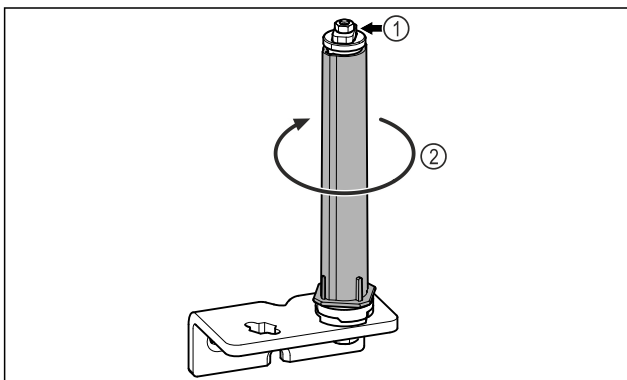

Fig. 18
- ▶ Nerozoberajte systém zatvárania dverí Fig. 18 (1).
- ▶ Otáčajte systém zatvárania Fig. 18 (2), kým nezacvakne.